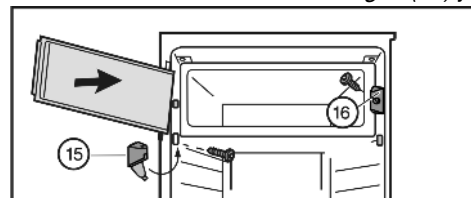

Fig. 7
- Monter l'élément de fermeture Fig. 7 (16).
- Monter le support d'appui Fig. 7 (15) et fermer le cache.